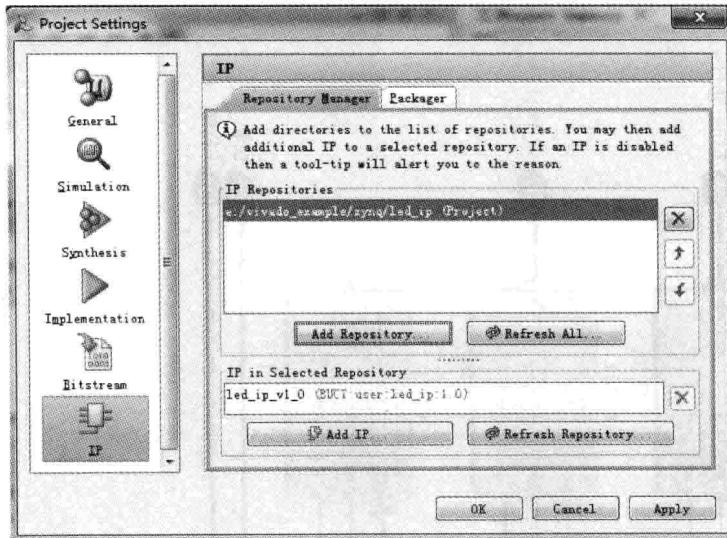

图 4.71 添加 IP 路径
- (1) 启动 Vivado 集成开发环境。
- (2) 在 Get Started 页面下,选择 Open Project。
- (3) 选择 Browse Project。
- (4) 定位到目录\zynq\lab3 下,选择并单击 lab1. prj。
- (5) 在 Vivado 主界面左侧的 Flow Navigator 窗口下,找到并展开 Project Manager。在展开项中,选择并单击 Project Settings 选项。
- (6) 出现 Project Settings 对话框界面,在左侧窗口中选择 General。在右侧窗口中,将 Target language 设置为 VHDL。
- (7) 如图 4.71 所示,在该界面中单击左侧的 IP 条目。在右侧窗口内,单击 Add Repository... 按钮。